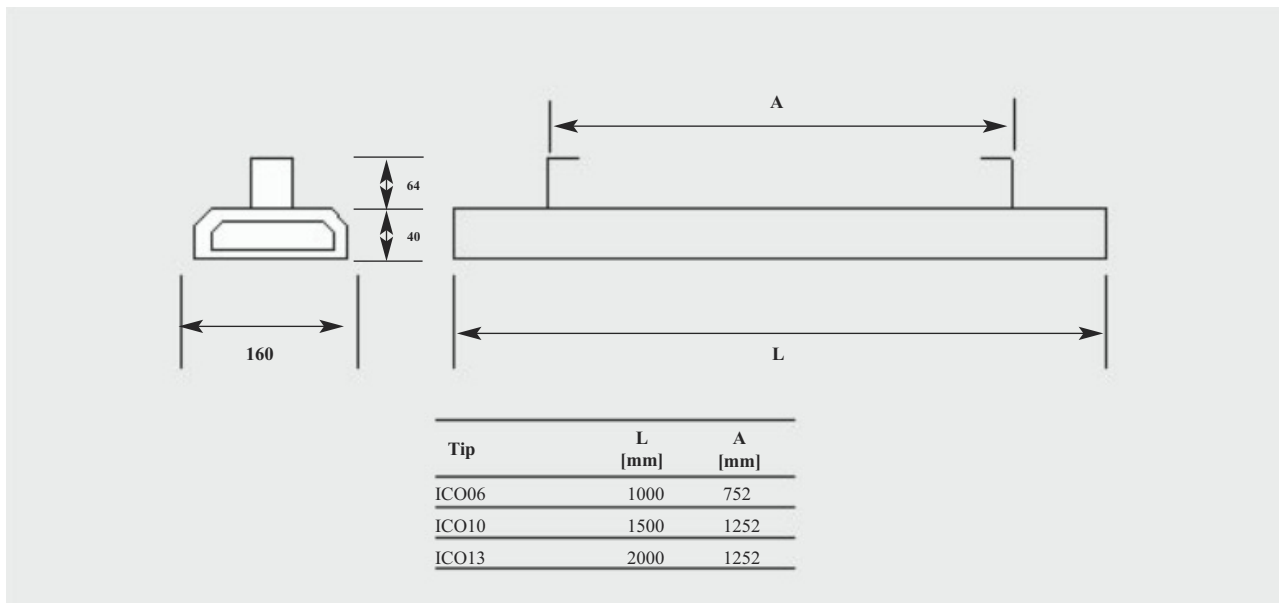

Fig. 1: Bratari de montaj
2. Deschideti balamalele de montare de pe partea superioara a panoului si agatati panoul, vezi Fig.1. Asigurati-va ca panoul este fixat in pozitie orizontala. Fixati suruburile .